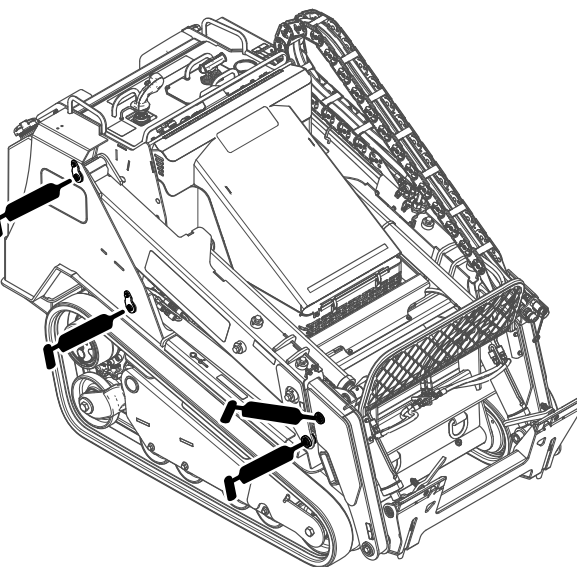
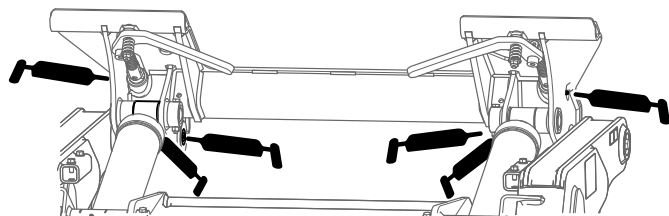
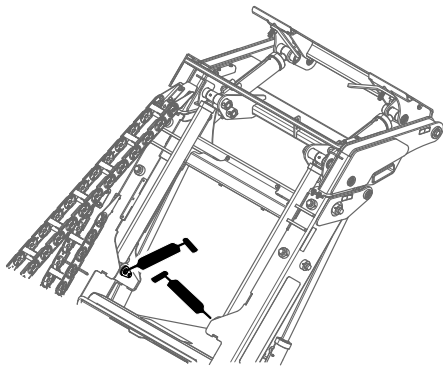

Figure 42
Figure 43
Figure 44
4. Raccordez un pistolet de graissage à chaque graisseur (Figure 42, Figure 43 et Figure 44).